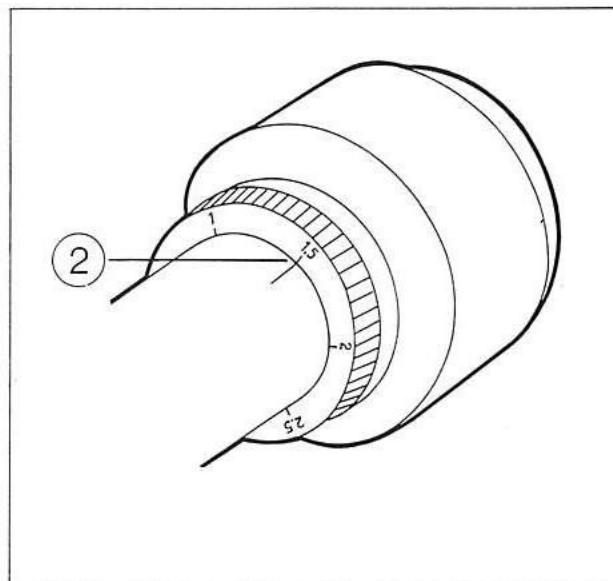

Bild 5
Anschließend drehen Sie das Tonarm-Balancegewicht ① gegen den Uhrzeigersinn, bis die Skala des Einstellringes ② etwa auf 1,5–2 steht. Dieser Wert entspricht dem Auflagedruck, mit dem der Abtastdiamant die Schallplattenrinne abtastet (Bild 5).